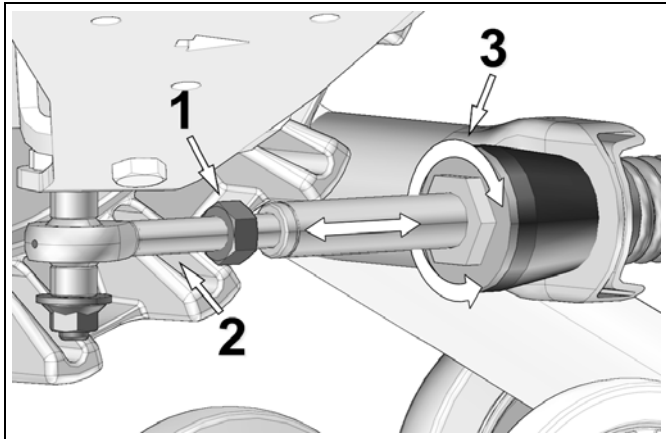

Abbildung 6
- Lösen Sie Gegenmutter (1). Stellen Sie die Länge des Stangenkopfes (2) ein, indem Sie den Stabilisierungsarm (3) drehen bis ein Abstand von **254 mm** zum Boden erreicht ist. Siehe Abbildung 6.